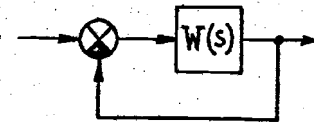

Рис. 23
18. На вход системы (рис. 23) подано ступенчатое воздействие. Считая